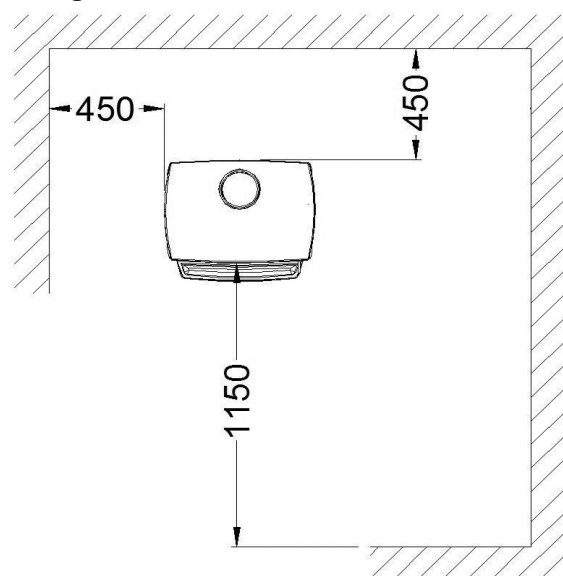

FIG. 6 - DISTANZE DI SICUREZZA
- Quando si installa la stufa, occorre ricordare le distanze di sicurezza necessarie, sia della stufa sia della canna fumaria, dalle superfici combustibili (pareti in legno o tappezzate, pavimento in legno, ecc.). La distanza di sicurezza deve essere rispettata quando il rivestimento delle pareti o delle zone nei pressi della stufa può essere soggetto a deterioramento o deformazione a causa della temperatura (vernici, pitture, PVC, ecc.). Fig. 6